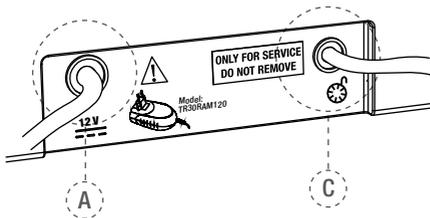

Fig. 2. Bagsiden af styreenheden
- Sæt stikket til batteriopladerne i den passende bøsning (A - se fig. 2) på bagsiden af apparatet (se kapitel 7.3.3. for nærmere detaljer).
- Sæt kablet til fodkontakten i bøsningen på bagsiden af apparatet (C - se fig. 2).
**Orange blinkende:** Batteriopladeren er tilsluttet bøsning A (se fig. 2) på bagsiden af apparatet korrekt, og batteriet oplades. Hvis apparatet slukker, og batteriopladeren tilsluttes, tænder apparatet igen, og følgende meddelelse vises på displayet: